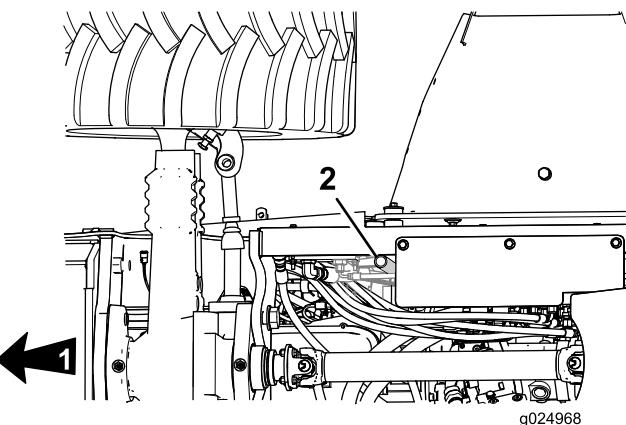

Figura 67
1. Inspecione o tubo de respiro do cárter (Figura 67) em busca de borra, detritos ou gelo no interior do tubo.